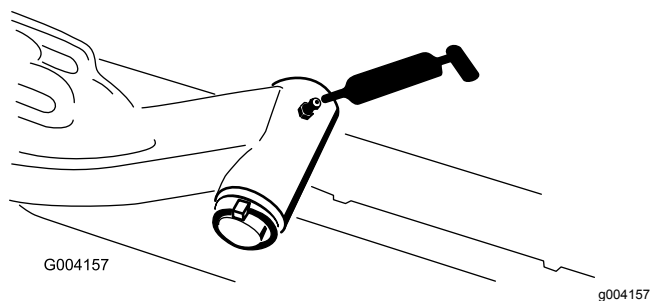

Figura 65
- Albero del perno del braccio di sollevamento (1 cad.) (Figura 65)